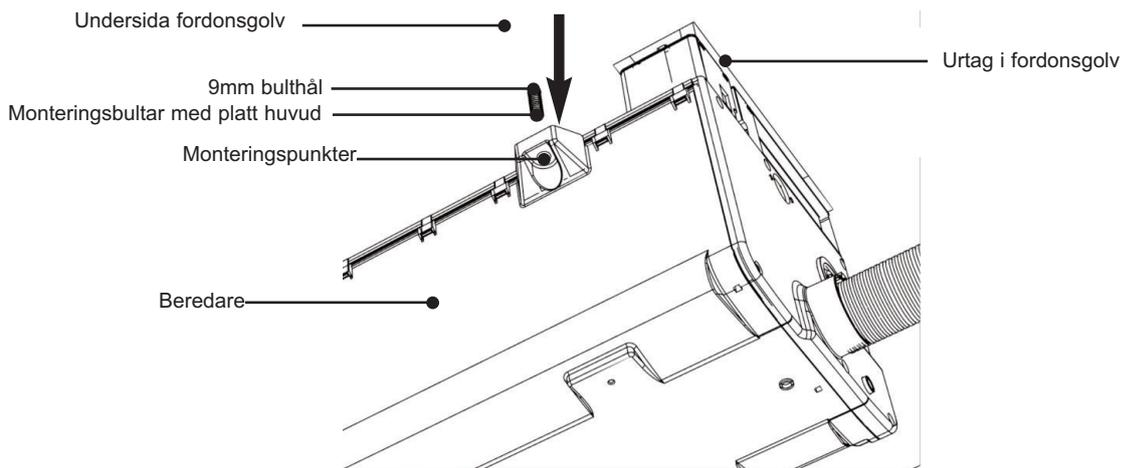

Bild 11 Montering varmvattenberedare
- ii. Placera beredaren på undersidan av fordonsgolvet. Monteringsbultarna **måste gå igenom** monteringsfötterna (se bild 11).